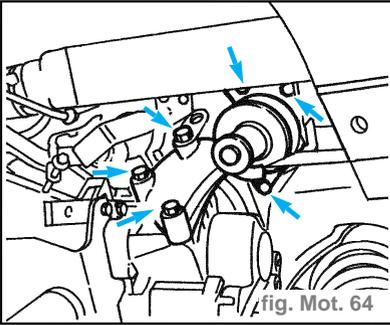

fig. Mot. 64
- Déposer le palier moteur côté boîte de vitesses en dévissant les vis de fixation indiquées (fig. Mot. 64).